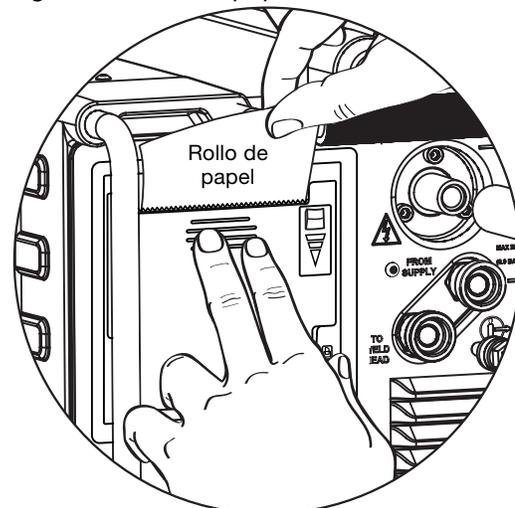

Fig. 54—Cerrar la puerta de la impresora
5. Para cerrar la puerta de la impresora utilice dos dedos y presione el centro de la puerta, justo debajo del papel. De este modo la puerta de la impresora quedará bien cerrada (Fig. 54).